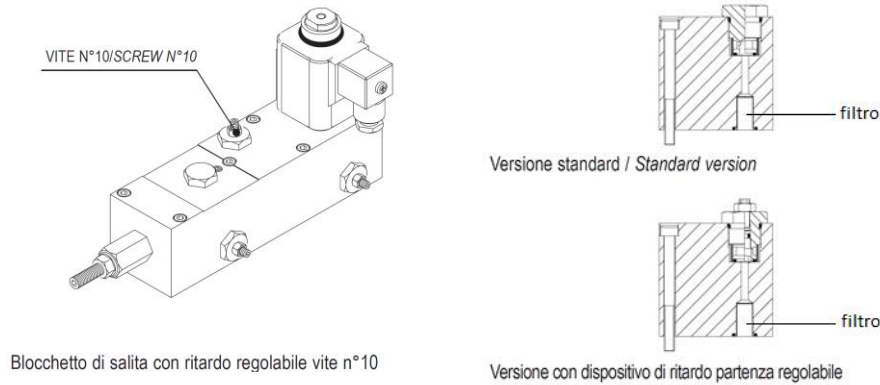

Fig. 46 – Pulizia filtro linea EVS
- In particolare quando si dovessero presentare problemi di messa in pressione o partenza in salita, pulire il filtro EVS del blocchetto di salita indicato in Fig. 46, togliendo prima il tappo e poi svitando il filtro con un cacciavite.